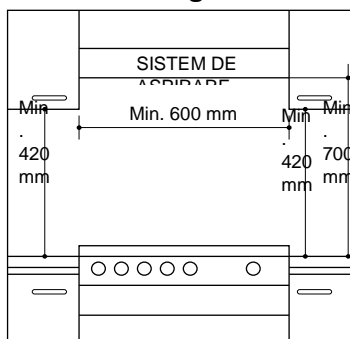

Fig. 4
4. Dulapurile instalate în imediata vecinătate a hotei de bucătărie trebuie amplasate la o înălțime de cel puțin 420 mm de la suprafața de gătit (Fig. 4).
5. În timpul instalării suprafeței de gătit sub un dulap suspendat înălțimea dintre acestea trebuie să fie de cel puțin 700 mm (Fig. 4).